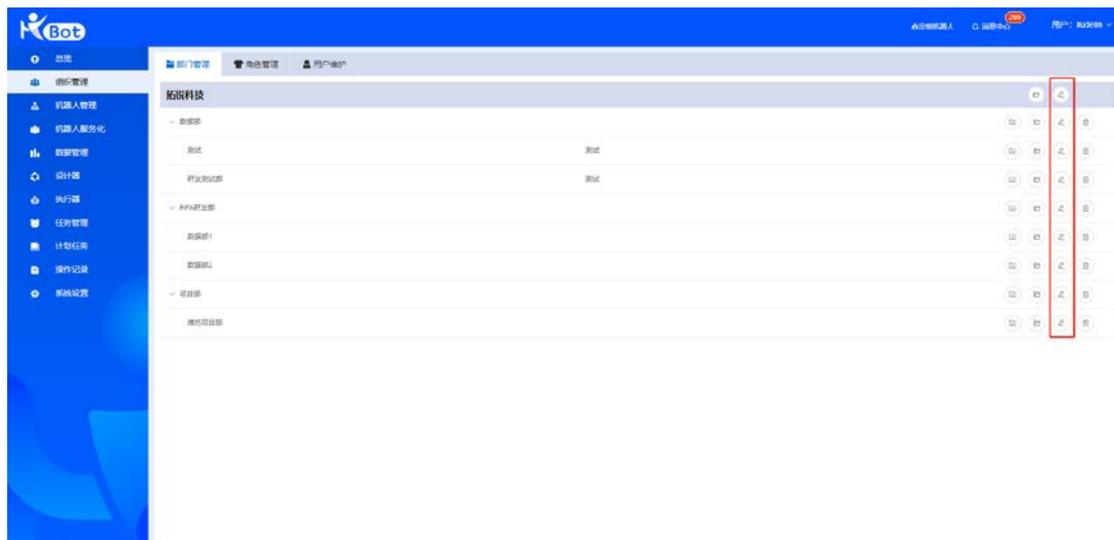

图 16
- 部门编辑：所有已创建部门（包括顶级部门）都支持信息编辑，如图 16。